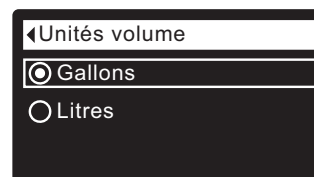

FIG. 59
5. Appuyez sur le sélecteur (O) pour afficher le menu des unités de volume (cf. Figure 59).
6. Si le cercle à gauche de l'unité souhaitée a déjà un point (cf. Figure 59), passez à l'étape 7. Sinon, appuyez sur le bouton BAS (▼) ou HAUT (▲) pour passer à l'autre unité, puis sur le SÉLECTEUR (O) pour valider votre choix.
7. Appuyez sur le SÉLECTEUR (O) : l'afficheur revient au menu des préférences utilisateur.